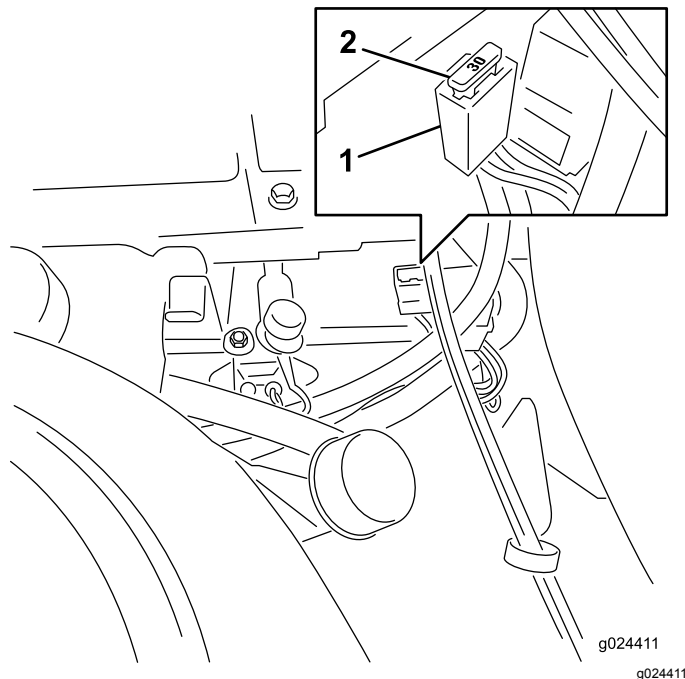

Figura 46
Nota: Los fusibles están situados en la consola de la derecha, junto al asiento (Figura 46).
1. Para cambiar el fusible principal, agarre el fusible y retírelo del bloque de fusibles en línea recta (Figura 46).
4. Alinee el fusible nuevo con la ranura del bloque de fusibles (Figura 46).
5. Inserte el fusible a presión en el bloque de fusibles hasta que esté correctamente asentado (Figura 46).